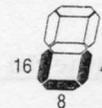

Fig. 8
- d) quando l'indicazione sul display lampeggia fare riferimento alla "figura 7" e sommare il valore corrispondente a ciascun segmento illuminato (vedere esempio fig. 8);
### Esempio (fig. 8)